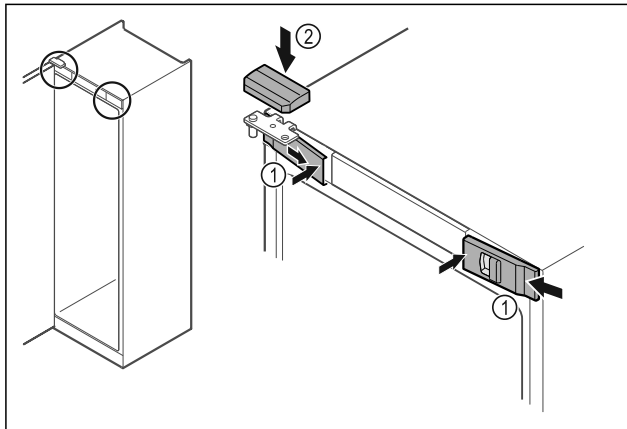

Fig. 53
- Z boku założyć przednie osłonki Fig. 53 (1) i zacześcić.
- Górną osłonkę Fig. 53 (2) zacześcić od góry.